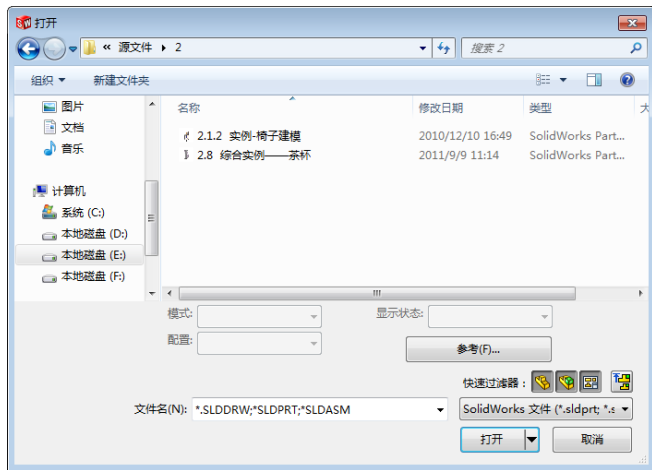

图 1-5 “打开”对话框
(1) 执行命令。执行“文件”→“打开”菜单命令，或者单击“快速”工具栏中的“打开”图标按钮，执行打开文件命令。
(2) 选择文件类型。此时系统弹出如图 1-5 所示的“打开”对话框。在对话框中的“文件类型”下拉菜单用于选择文件的类型，选择不同的文件类型，则在对话框中会显示文件夹中对应文件类型的文件。选择“预览”选项，选择的文件就会显示在对话框中“预览”窗口中，但是并不打开该文件。